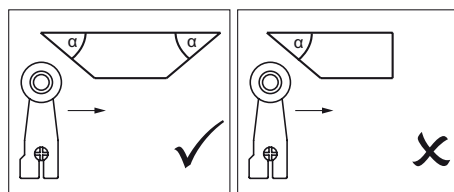

Рис. 1. Форма кулачка
▶ Чтобы предотвратить вибрацию исполнительного элемента, кулачок должен постепенно двигаться по инерции (см. Рис. 1).